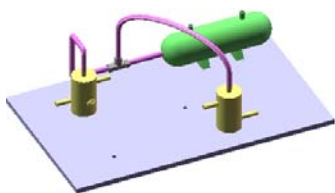

图 11.10.9 管筒线路 1 的创建
Step4. 退出编辑状态。单击  装配体 工具条中的编辑装配体按钮 ，完成图 11.10.9 所示的管筒线路 1 的创建。